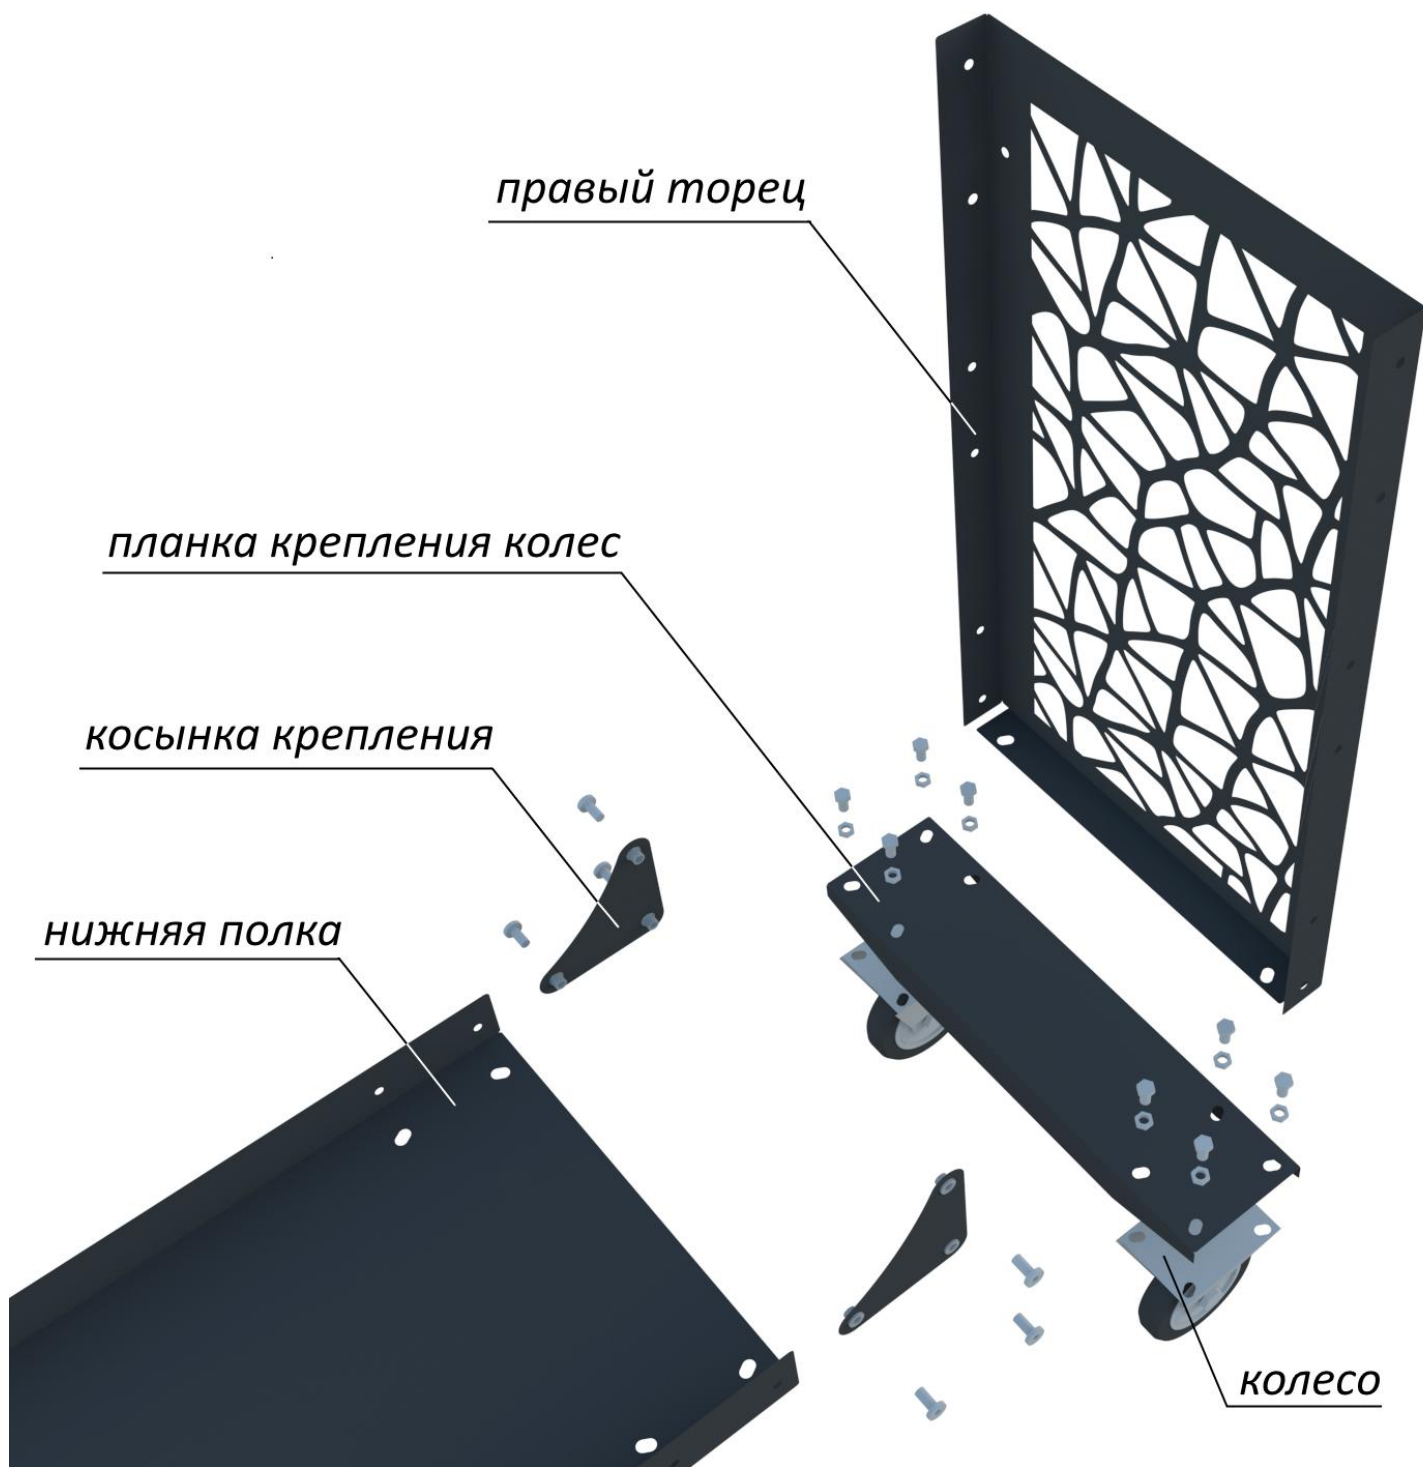

Рис. 3
- одновременно соедините сопрягаемые отверстия правой нижней торцевой части правой металлической стойки, отверстия нижней полки и отверстия опорной планки с креплением колес соответственно, зафиксируйте крепления с использованием инструмента (см. рисунок 3)